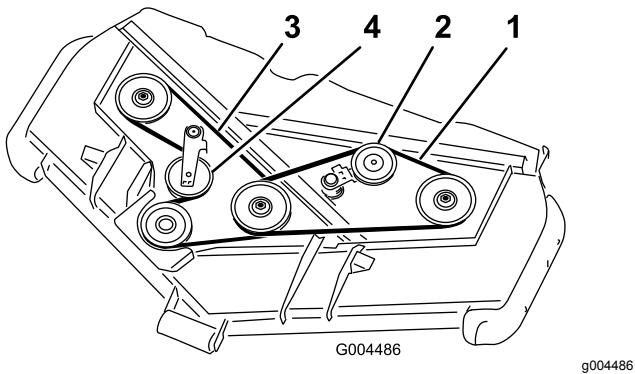

Bild 79
3. Schieben Sie mit einem Stemmeisen die Spannscheibe für den oberen Riemen vom oberen Treibriemen, um die Riemenspannung zu lösen, sodass der Riemen von den Scheiben rutschen kann (Bild 79).
4. Schieben Sie mit einem Stemmeisen die Spannscheibe für den unteren Riemen vom unteren Treibriemen, um die Riemenspannung zu lösen, sodass der Riemen von den Scheiben rutschen kann (**Bild 79**).
5. Verlegen Sie einen neuen Riemen um die Getriebescheibe, die unteren Spindelscheiben und die Spannscheibe, siehe **Bild 79**.
6. Verlegen Sie einen neuen Riemen um die oberen Spindelscheiben und die Spannscheibe, siehe (**Bild 79**).